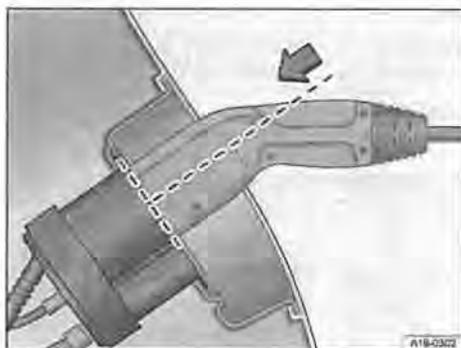

Fig. 111 Connettore di ricarica inserito completamente nella presa di ricarica (esempio)
- Tenendolo diritto, infilare il connettore di ricarica nella presa di ricarica. Accertarsi che il connettore di ricarica sia inserito completamente → fig. 111.